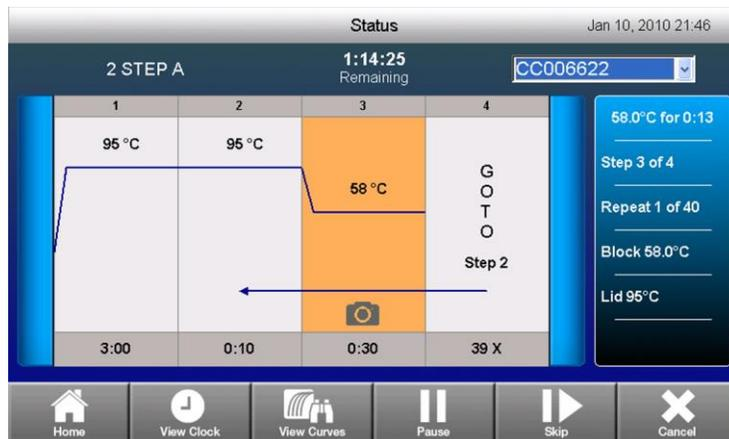

Рис. 44. Контроль хода выполнения протокола на экране Status
- Status (Статус)**. Экран Status отображает ход выполнения протокола и предоставляет опции View Clock (Отобразить время), View Curves (Отобразить кривые), Pause (Приостановить), Skip (Пропустить) и Cancel (Отменить) (Рис. 44)